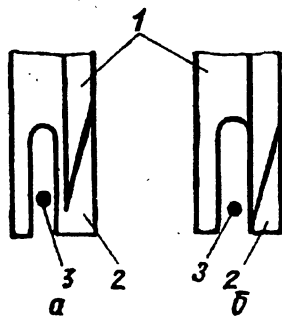

Рис. 69. Положение иглы в челноке машины «Лада» Т-238 кл., «Чайка» 2 кл. и др.:
15. Край площадки челнока не позволяет игле приблизиться к носику челнока меньше чем на 0,1 мм (рис. 69). Зазор в вертикальной плоскости недопустимо велик — широкая полка шире нужного на 1—1,5 мм